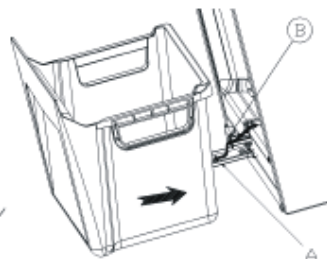

Figure -3-
- 3- Placez le couvercle du système de vidange (A) sous la bonde de vidange (B) (figure-3)